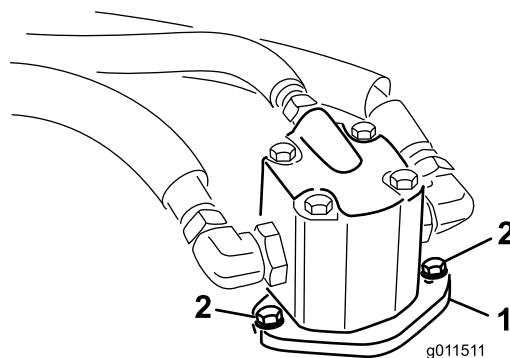

Figura 78
- Retire los pernos que sujetan el motor hidráulico a la carcasa de corte (Figura 78).